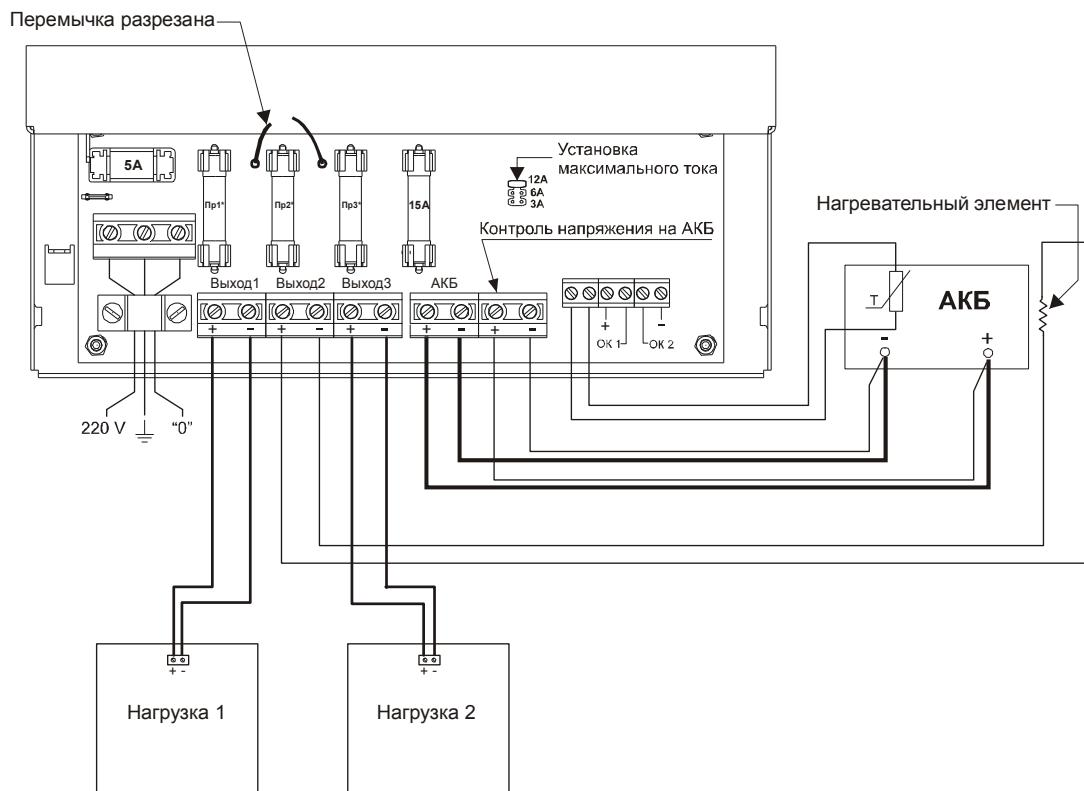

Рис.4
- Подключите, при необходимости, руководствуясь схемой подключения (рис.4), нагревательный элемент (не входит в комплект поставки) к контактам колодки «Выход 2». Перережьте проводную перемычку поз.11 рис. 1. Оголенные концы провода изолируйте трубкой ПВХ Ø3.5 мм (входит в комплект поставки) или другим электроизолирующим материалом. Установите в держатель предохранителя по цепи «Выход 2» вставку плавкую 5А 250В (входит в комплект поставки). Закрепите нагрева-